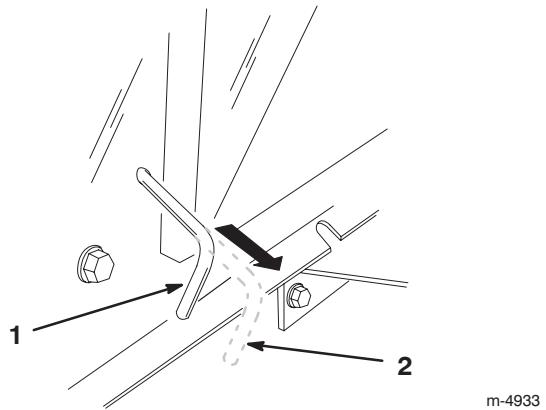

Bild 14
Note: Dadurch wird der Antrieb ausgekuppelt, und die Räder befinden sich im Freilauf (Bild 14).
2. Stellen Sie den Antriebshebel in die Einsatzstellung (Bild 14), um das Antriebssystem einzukuppeln.